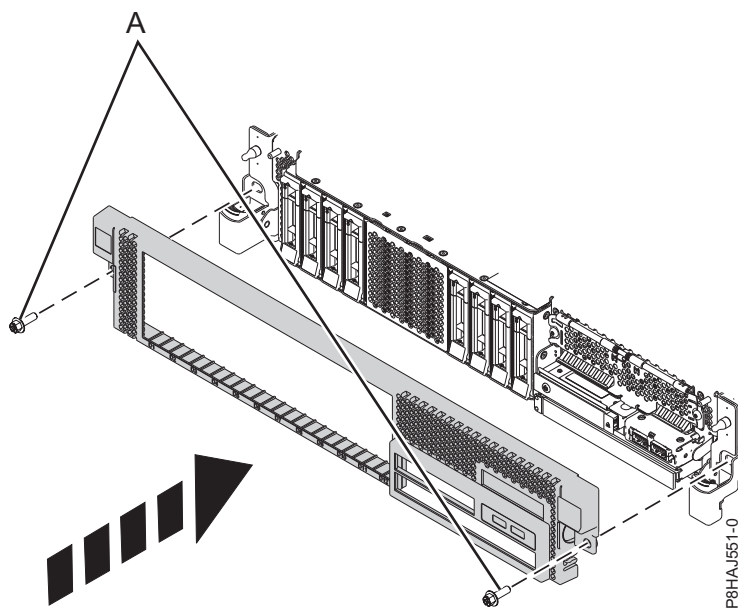

Figura 34. Instalación de la cubierta frontal
3. Cierre los pestillos de liberación empujando en la dirección que se muestra en Figura 34 en la página 50. La cubierta se insertará en su posición y dispone de una hendidura que le permite sujetarla más fácilmente.
4. Sustituya los tornillos de envío (A).